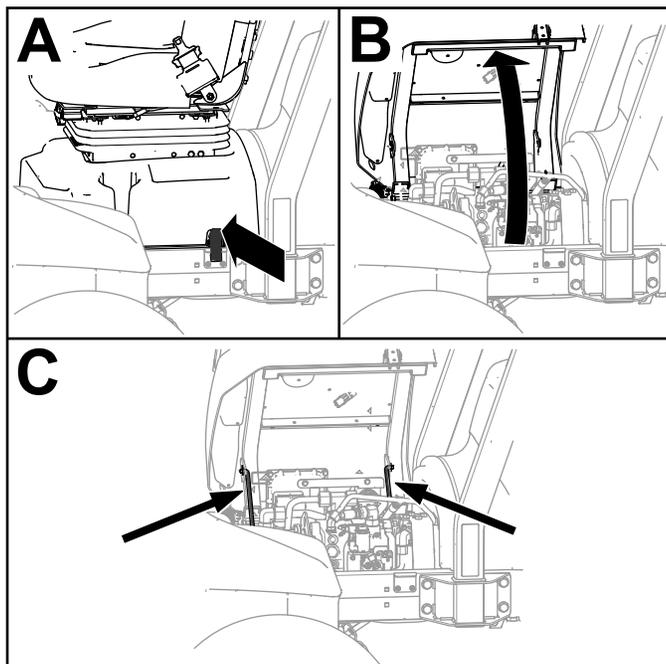

Рисунок 104
1. Разблокируйте основание сиденья (вид А на Рисунок 104).
2. Наклоните сиденье и основание в открытое положение (вид В на Рисунок 104).
3. Зафиксируйте его опорными стойками (вид С на Рисунок 104).